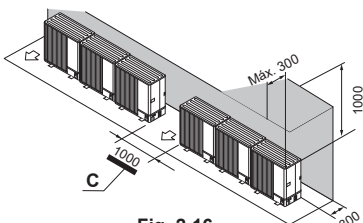

Fig. 2-16
- (2) Obstrucciones o superficies cerradas solo en las partes posterior y superior (Fig. 2-16)
- C: Espacio (Fig. 2-16)